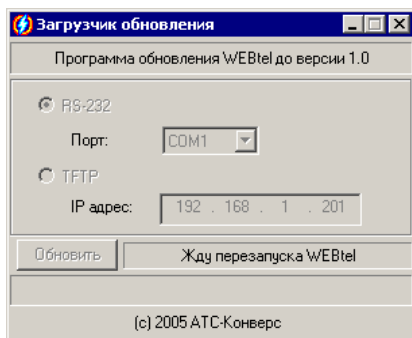

Рисунок 29 – Ожидание перезапуска адаптера
10.5.4 В статусной строке рядом с кнопкой «Обновить» должно появиться сообщение «Жду перезапуска WEBtel» (рисунок 29).